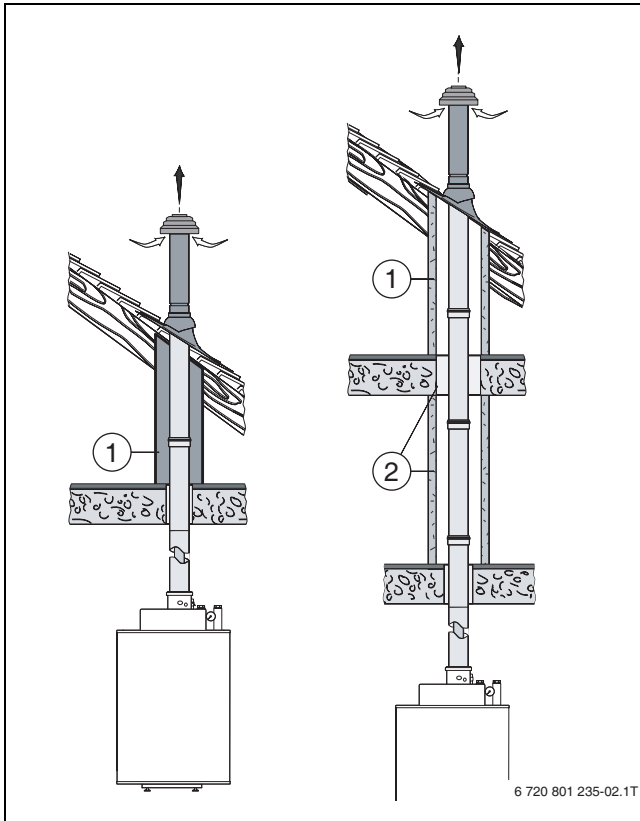

Bild 2 Luft-Abgas-Leitung
- Wenn sich unmittelbar über dem Aufstellraum nur die Dachkonstruktion befindet, ist die Luft-Abgas-Leitung zwischen der Deckenoberkante des Aufstellraums und der Dachhaut zu verkleiden. Dafür genügen ein nichtbrennbarer, formbeständiger Baustoff oder ein metallisches Schutzrohr (→ Bild 2, [1]). Wenn für die Decke eine Feuerwiderstandsdauer festgelegt ist, dann gilt diese auch für die Verkleidung.
- Beim Überbrücken von Geschossen ist für die Luft-Abgas-Leitung außerhalb des Aufstellraums bis in die Dachhaut ein Schacht mit der Feuerwiderstandsklasse L30 (F30) oder L90 (F90) einzuplanen (→ Bild 2, [2]). Dafür sind nur zugelassene Schachtkonstruktionen zu verwenden.